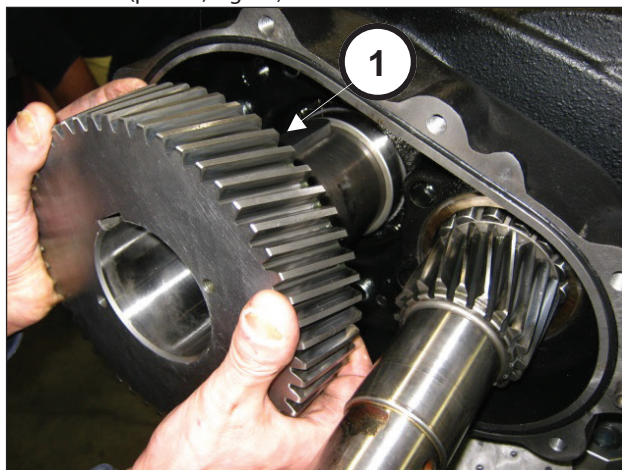
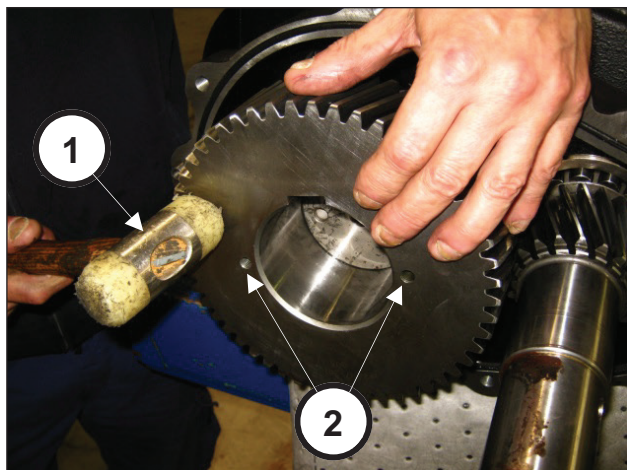

Fig. 66
Fig. 67
Insira a coroa no eixo (pos. ①, Fig. 66) e bata até o fundo com um martelo (pos. ①, Fig. 67).
A coroa deve ser montada se assegurando que os dois furos M8 (a serem usados para a extração), fiquem virados para o exterior da bomba (pos. ②, Fig. 67).